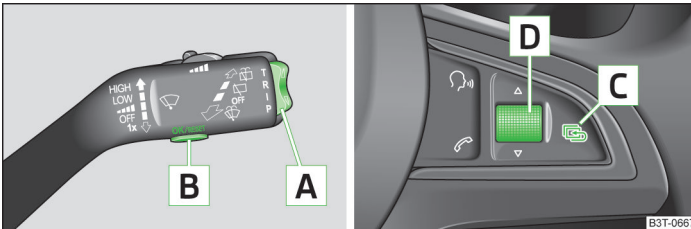

Fig. 10 Tastele (rotița) de la maneta de operare / de la volanul multifuncțional
➤ Apăsați scurt, de mai multe ori, pe tasta basculantă în sus sau în jos » fig. 10.
➤ Rotiți rotița în sus sau în jos » fig. 10.
Dacă temperatura exterioară scade sub +4 °C, în fața temperaturii apare simbolul unui fulg de nea (avertizare pentru polei) și se emite un semnal acustic. După apăsarea tastei basculante » fig. 10 la pagina 23, respectiv a tastei , este redată informația care a fost afișată ultima dată.
- » Apăsați scurt tasta  » fig. 10 la pagina 23, respectiv roțița .
- › Apăsați mai lung tasta **B** » fig. 10 la pagina 23, respectiv roțița **D**.
- › Selectați cu tasta **A** » fig. 10 la pagina 23, respectiv prin învârtirea roțiței de reglare **D** opțiunea de meniu **Warning at** (Avertizare la) (afișaj informativ), respectiv  $\ominus$  (afișaj segment).